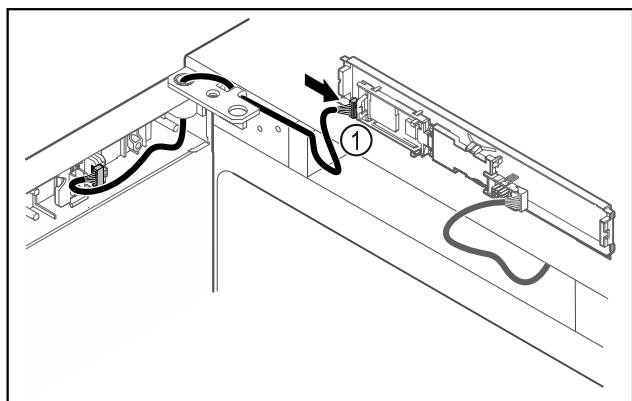

Fig. 46
- ▶ Stekker Fig. 46 (1) in printplaat steken.